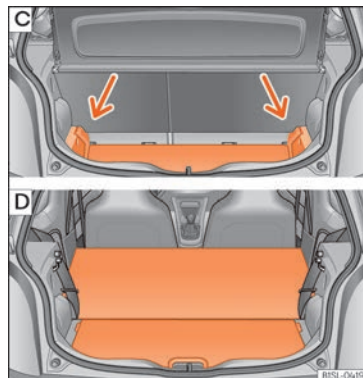

Fig. 96 Terra variable del maletser: C) ampliar el maletser cap avall; D) ampliar el maletser cap endavant.
- Aixequi el terra del maletser i empenyeu-lo cap avall a la guia »» fig. 96 C) (fletxes).
- En cas necessari, situeu el terra del maleter en una posició inferior »» fig. 96 [C].
El maleter queda ampliat cap endavant »» fig. 96 [D].